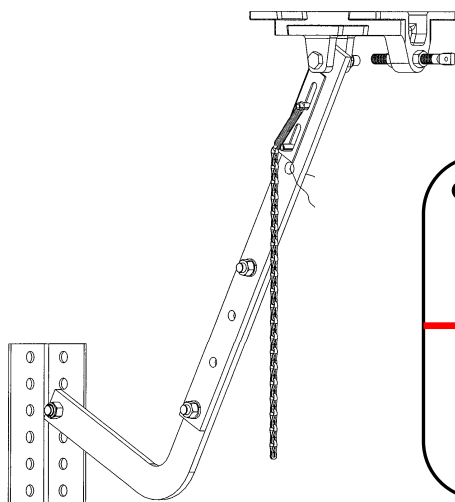

Figure 2
6. Assurez-vous que l'étiquette d'avertissement de danger fournie avec l'opérateur est bien fixée sur la porte et qu'elle est visible lorsque la porte est en mouvement. (Figure 2)